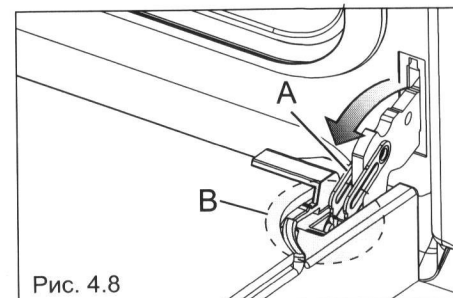

Рис. 4.8
- Полностью откройте рычаг "А" на правом и левом шарнирах (Рис. 4.8).
- Немного закройте дверцу (рис. 4.8), так чтобы рычаги "А" правого и левого шарниров зацепились за часть "В" дверцы (рис 4.8).